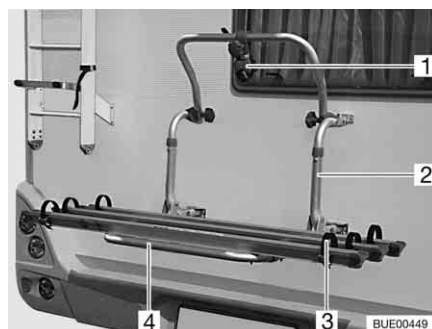

Fig. 4 Portabicicletas, no descendible
Con el portabicicletas (Fig. 4,2) se pueden transportar cómodamente 2 bicicletas. Es posible ampliarlo a 3 bicicletas.
- Plegar hacia abajo estribo telescópico giratorio (Fig. 4,4).
- Colocar las bicicletas y atarlas con correas de cierre rápido (Fig. 4,3).
- Sujetar la barra de arriostamiento (Fig. 4,1) al marco de la bicicleta exterior.